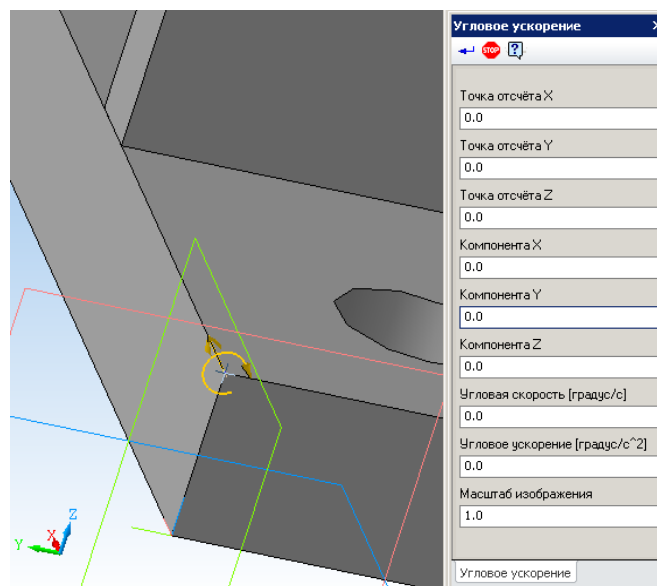

Рис. 2.5. Задание угловой скорости и углового ускорения с клавиатуры
**Угловое ускорение** – данная команда позволяет задать угловую скорость и угловое ускорение (Рис. 2.5).